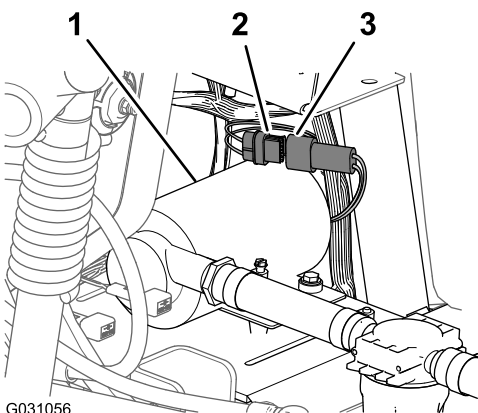

Figura 186
1. Collegate il connettore a 6 pin del cablaggio della pompa di lavaggio dal connettore a 6 prese del cablaggio preassemblato posteriore (Figura 186).